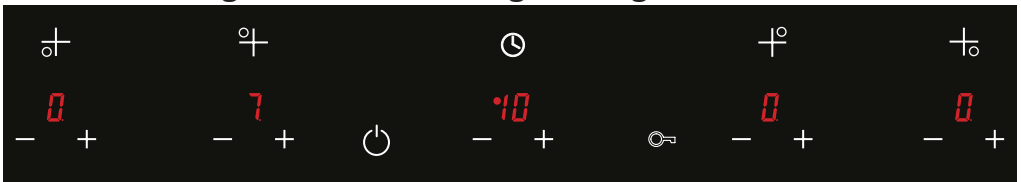
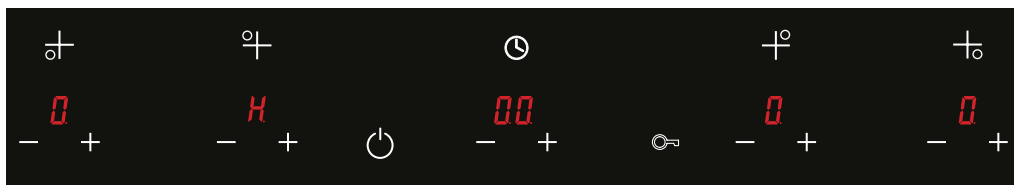

Afbeelding 44
Afbeelding 45
2. Met de  en  toetsen van de relevante kookplaat kan ze worden ingesteld op het  temperatuurniveau. (Zie afb. 44) De temperatuurwaarde knippert gedurende 5 seconden. Het  symbool knippert als de relevante kookplaat nog steeds warm is aan het einde van deze periode. (Zie afb. 45)